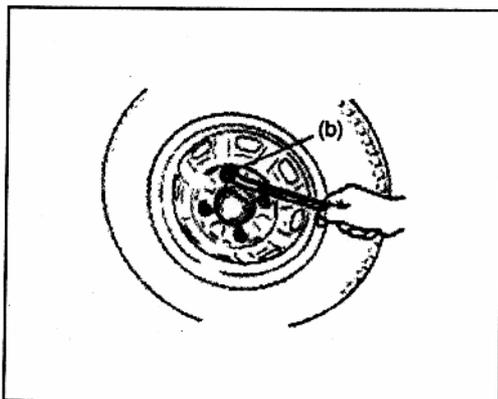

Рис. 641
- 3) Затяните гайки передних колес требуемым моментом (Рис. 641).